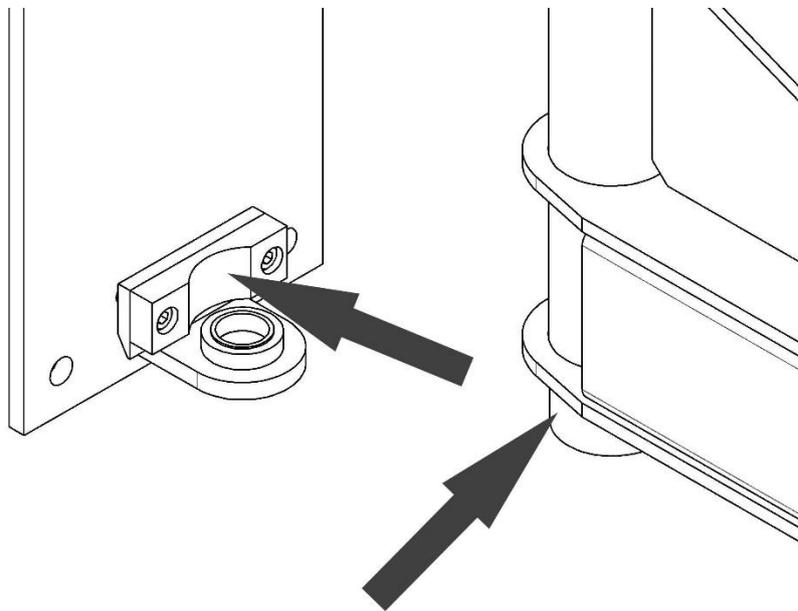

Рисунок 5
4.3.1 Собрать опорную пластину и тормозную колодку при помощи винтов M8x20. Расположить собранный узел и втулку опорную на нижнем ухе монтажной площадки (рисунок 5)